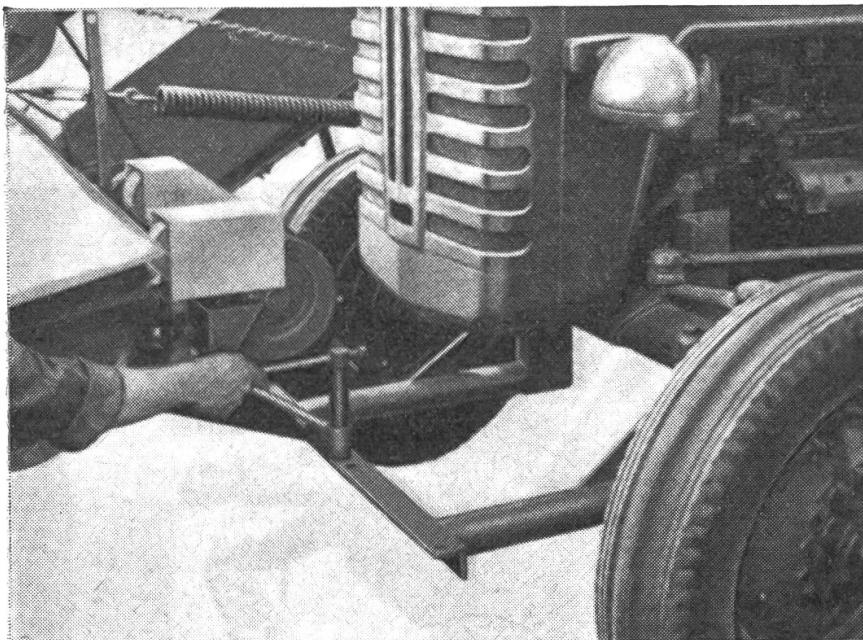

Abb. 2:
Vorne am Traktor wird der mitgelieferte Anbaubock (Abb. 2) amontiert. Anbauböcke können für die meist verwendeten Traktoren bereits von der Fabrik aus mitgeliefert werden.
- d) Der Mähdrescher wird mit dem am Traktor angebrachten Anbaubock verbunden, worauf die Höheneinstellung mit Hilfe der Spindel eingestellt wird (Abb. 2).